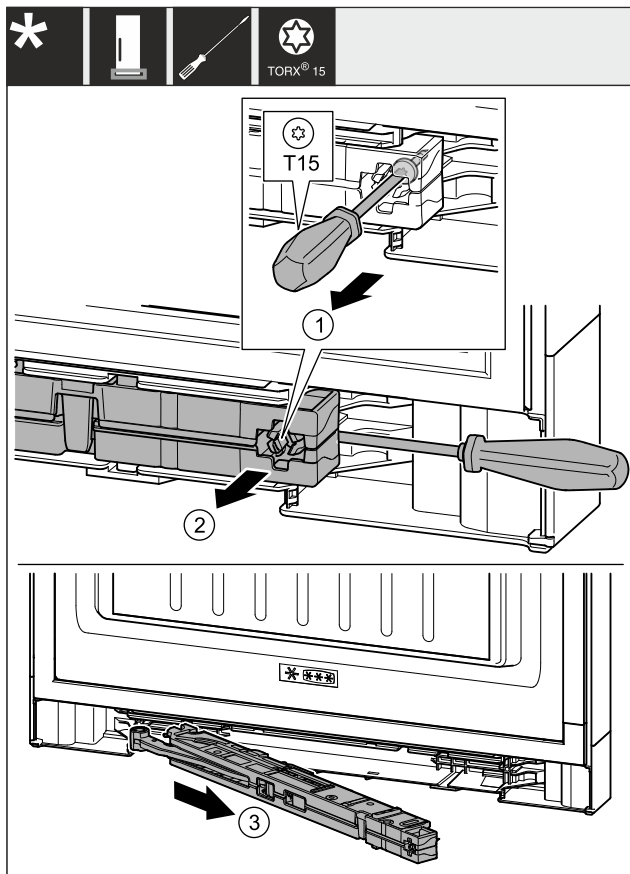

Fig. 7
- ▶ Λασκάρετε τη βίδα από τη σουστά με κατσαβίδι T15 περ. 14 mm. Fig. 7 (1)
- ▶ Περάστε το κατσαβίδι από την πλευρά της λαβής πίσω από τη σουστά. Περιστρέψτε τη μονάδα προς τα εμπρός. Fig. 7 (2)
- ▶ Τραβήξτε έξω τη μονάδα. Fig. 7 (3)